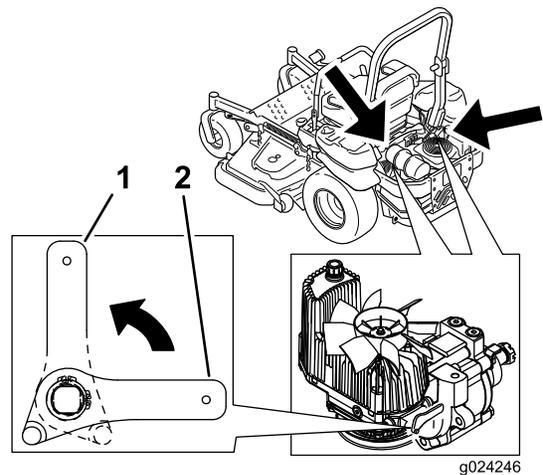

Figure 33
2. Tournez les leviers des vannes de déblocage en position verticale pour pousser la machine (Figure 33).
4. Tournez les leviers des vannes de déblocage en position horizontale pour utiliser la machine (Figure 33).